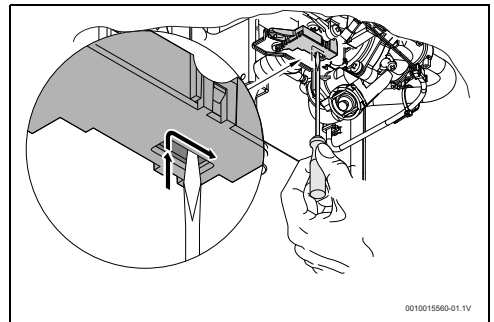

Fig. 25 Remettre le micro-interrupteur en place
- ▶ Positionner le micro-interrupteur selon la figure 25.